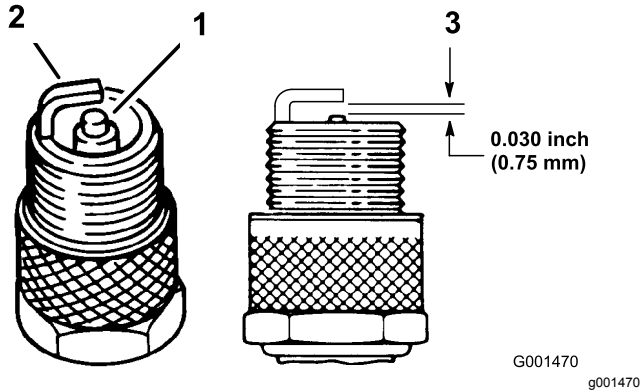

Figura 23
1. Mire la parte central de las bujías (Figura 23). Si se observa un color gris o marrón claro en el aislante, el motor está funcionando correctamente. Si el aislante aparece de color negro, significa que el limpiador de aire está sucio.
2. Compruebe la distancia entre los electrodos central y lateral (Figura 23). Si la distancia no es correcta, doble el electrodo lateral (Figura 23).
3. Conecte los cables a las bujías (Figura 23).